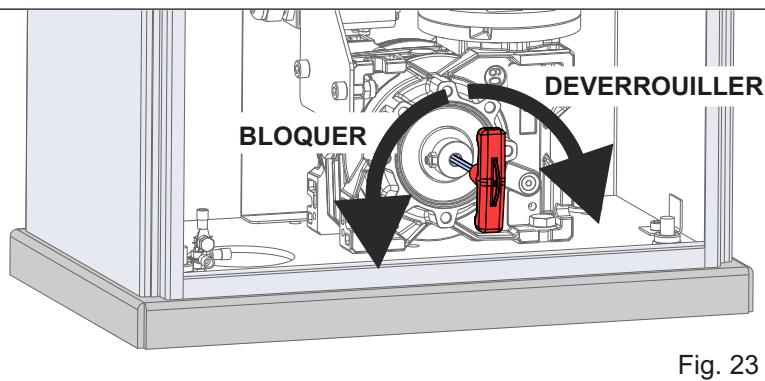

Fig. 23
- Insérez la clé de déverrouillage rouge (*fournie*) et tournez-la dans le sens des aiguilles d'une montre jusqu'à la butée, sans forcer, comme indiqué sur la Fig. 23
- Tournez la clé de déverrouillage rouge dans le sens inverse des aiguilles d'une montre jusqu'à la butée, sans forcer - Fig. 23